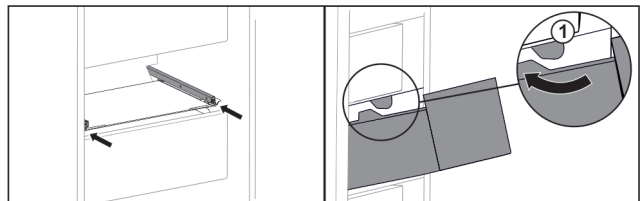

Fig. 39
- ▶ Обведите выдвижной ящик вокруг стопора Fig. 39 (1)*.